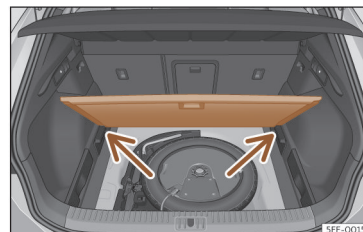

Fig. 116 Piso variável da bagageira: posição inclinada.
- Apoie o piso sobre os alojamentos previstos para o efeito»» Fig. 116 (setas).